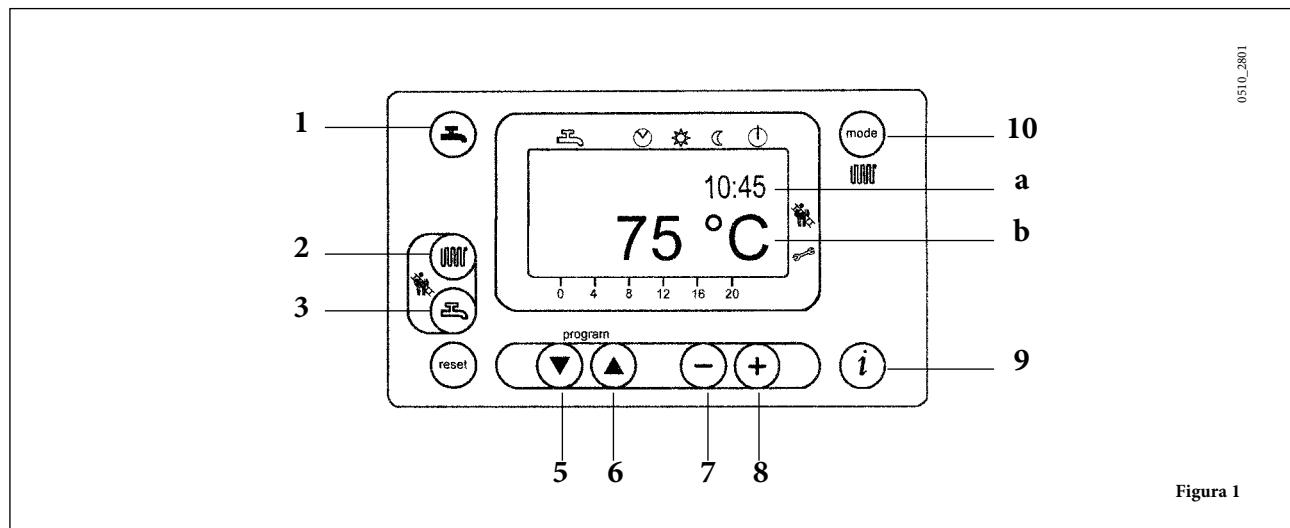
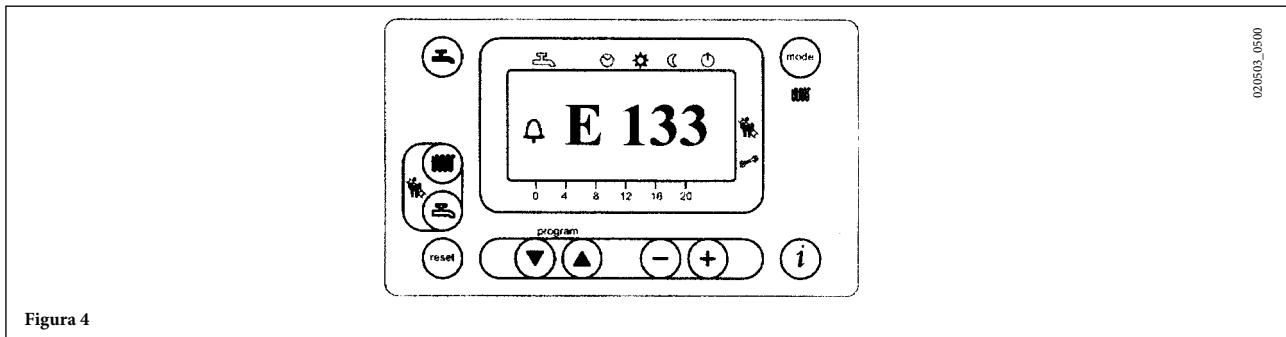
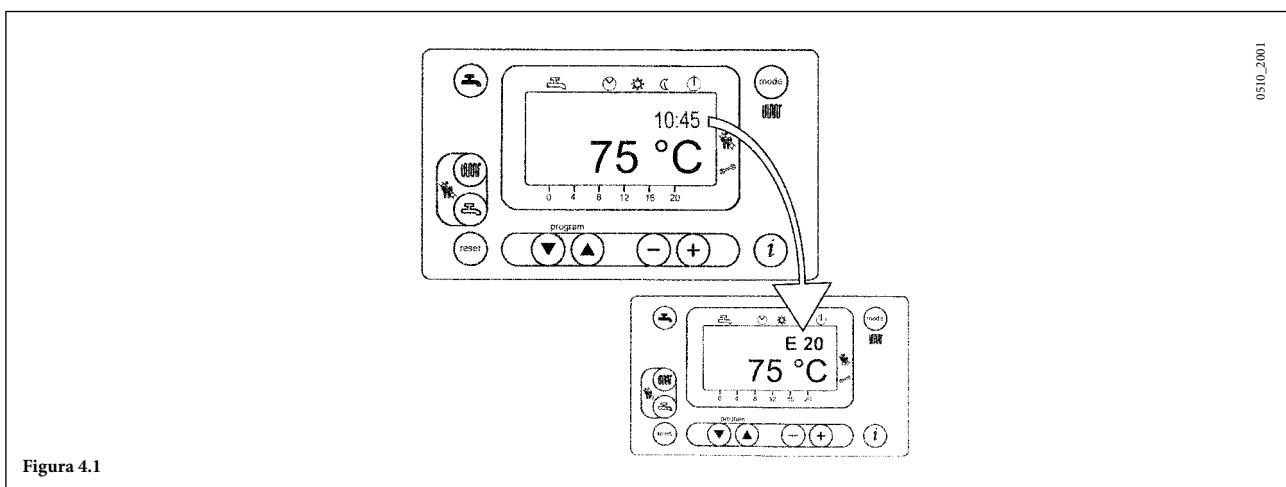

Figura 1
Figura 4
Figura 4.1
- Apăsați tasta mode (2- figura 1) pentru a seta temperatura de încălzire a apei;
- apăsați una din tastele mode (1 sau 10 - figura 1) pentru memorizare și revenire la meniul principal.
N.B. – Cu sonda externă racordată, cu ajutorul tastei mode (2 – figura 1) este posibilă translația curbei de încălzire. Apăsați tastele $\ominus \oplus$ pentru a diminua sau mări temperatura ambiantă a încăperii ce trebuie încălzită.
- Apăsați tasta mode (3- figura 1) pentru a seta temperatura maximă a apei menajere;
- apăsați una din cele două taste mode (1 sau 10 - figura 1) pentru memorizare și revenire la meniul principal.
Pe afișajul principal (figura 1 a) apar indicatoarele de anomalie împreună cu simbolul  (figura 4).
Pe afișajul secundar (figura 1 b) apar alternativ indicatoarele intermitente de anomalie și oră (figura 4.1). Nu este posibilă resetarea indicatoarelor de anomalie care apar pe afișajul secundar, întrucât trebuie mai întâi îndepărtată cauza care a declanșat intrarea indicatoarelor.